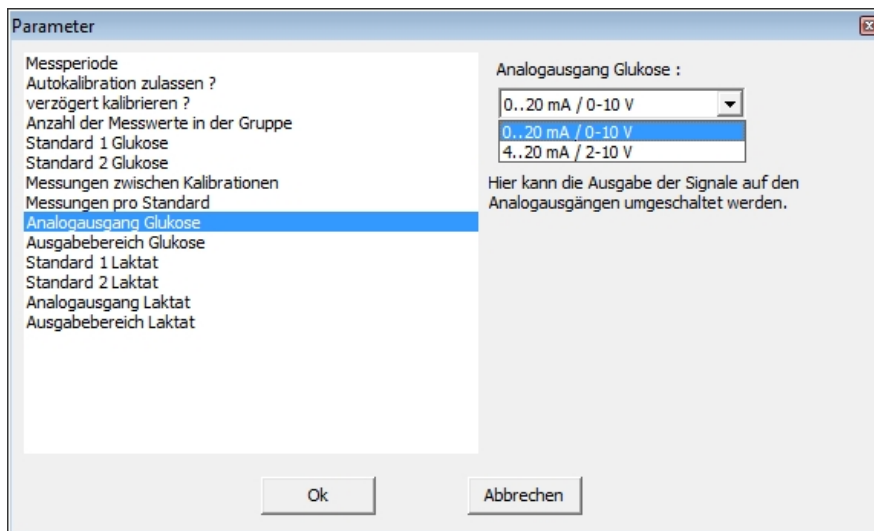

Abbildung 89: Umschalten der Analogausgabe
- Hier kann die Ausgabe der Signale auf den Analogausgängen zwischen 0-20 mA und 4-20 mA, sowie zwischen 0-10 V und 2-10 V umgeschaltet werden (siehe Abbildung 89).